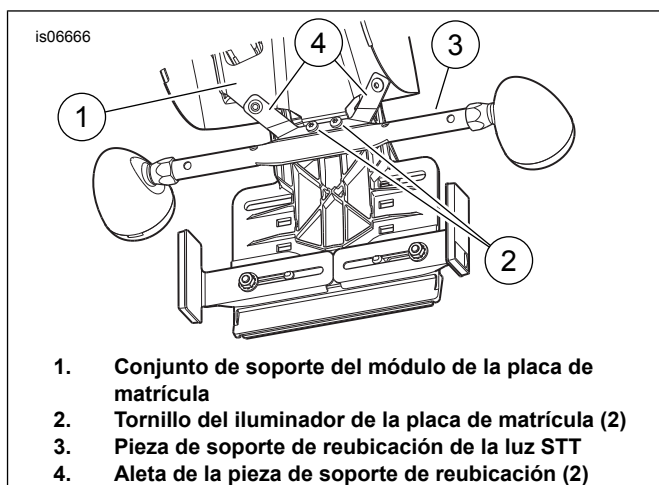

Figura 2. Instalación de la pieza de soporte de reubicación de las señales de parada/traseras/de giro FXS
1. Vea Figura 2. Afloje los dos tornillos autorroscantes TORX con cabeza de botón (2) que sujetan el iluminador de la placa de matrícula al conjunto del soporte del módulo de la placa de matrícula (1).